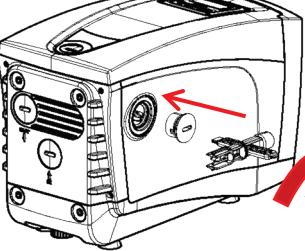

Afb. 26
1. verwijder de toegangsdoop tot de motoras zoals op afb.26;